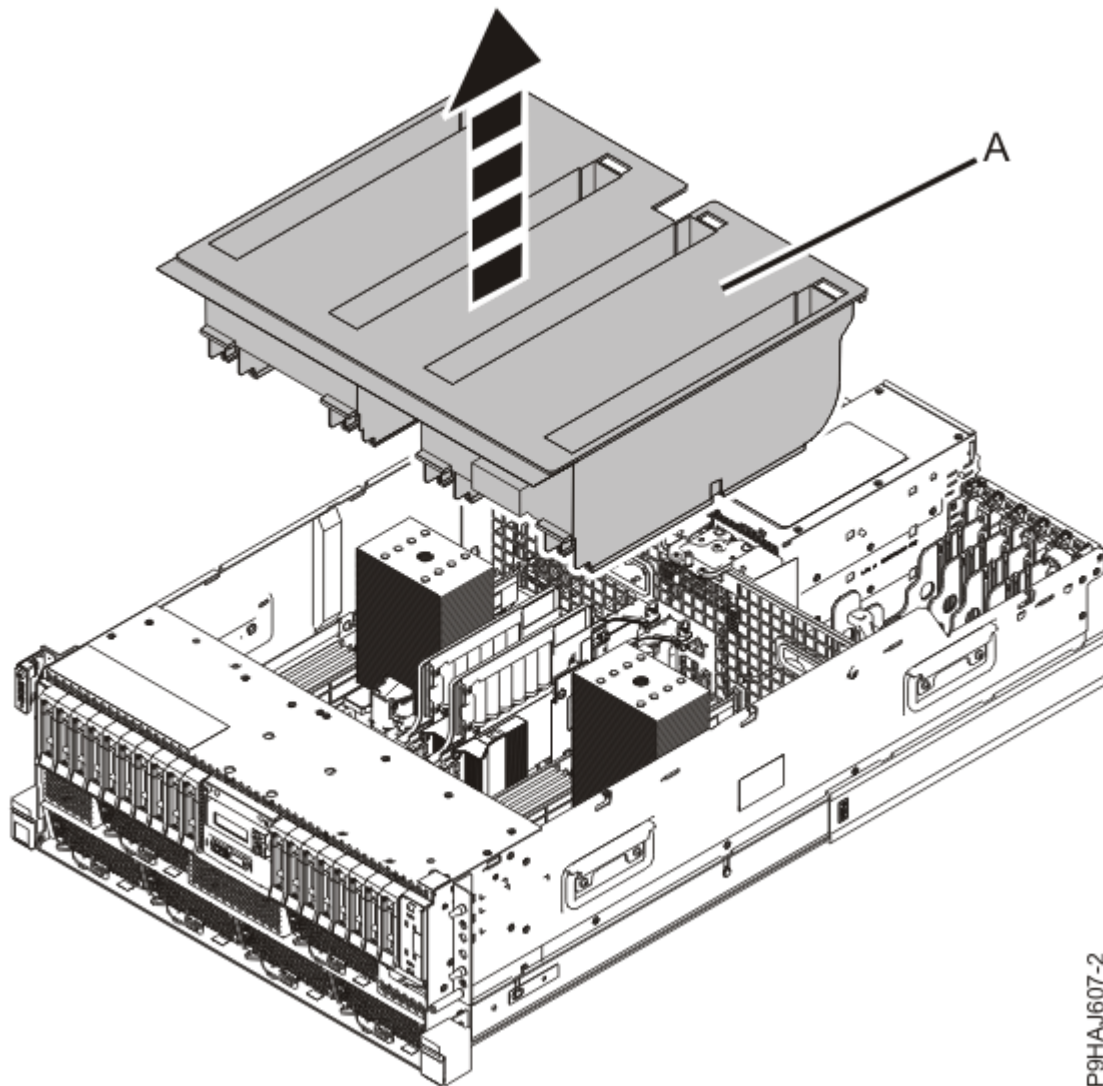

Figura 6. Remover a conduta de ventilação de um sistema montado em bastidor
2. Para um sistema montado em bastidor, levante a conduta de ventilação **(A)** directamente para cima como é ilustrado em Figura 6 na página 9.